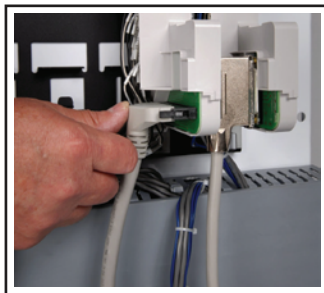
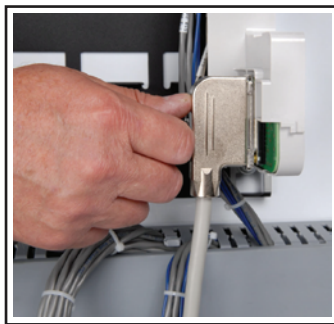

Figura 6d
Figura 6e
- d) Trabe el cable en el módulo de conversión. Los módulos de conversión digital tienen dedos de cierre en ambos lados del cable digital (con extremo moldeado, consulte la Figura 6d). Estos se colocarán en su lugar generalmente cuando se presiona el cable en el conector del módulo. Los módulos análogos y los cables análogos coincidentes (carcasa con forma de D de metal, consulte la Figura 6e) tiene un ensamblaje de bloqueo de deslizamiento para trabar el cable en el módulo de conversión. Asegúrese de que ambos componentes se traben entre sí.